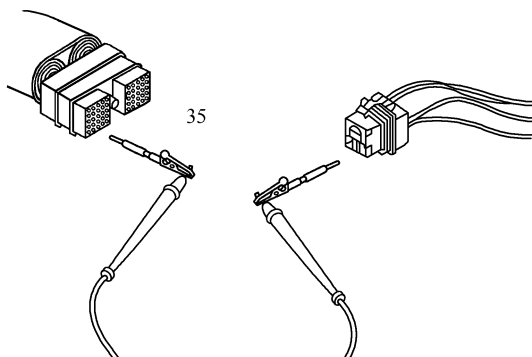

图 5-264 测量触针 35 与点火继电器
② 测量 OEM 线束插头触针 35 与点火总线继电器线束插头触针之间的电阻,如图 5-264 所示,电阻应小于 10 Ω 。如果电路不是闭路,应维修或更换 OEM 线束。